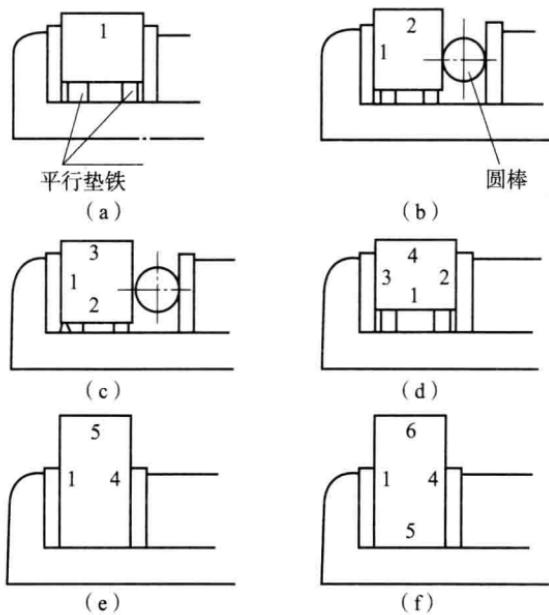
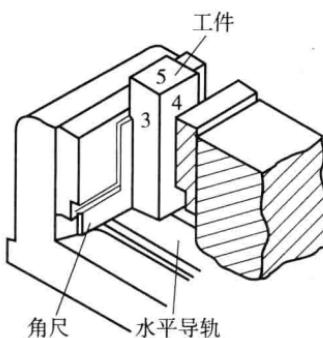

图 1-1 矩形六面体铣削步骤
图 1-2 找正 3 面垂直度
铣矩形六面体时,一般采用立式铣床,端面铣刀,用平口钳装夹工件进行各表面加工,保证各面间的平行度和垂直度,其铣削步骤如下(图 1-1):
活动钳口夹紧,铣工件 1 表面,如图 1-1(a)所示。
(2)把已铣平的 1 表面靠向固定钳口,工件底面用平行垫铁垫实,为了防止活动钳口夹紧后工件 1 面不能紧靠固定钳口表面,采用一根直径为  $\phi 8 \sim \phi 12$  mm 的圆棒垫在活动钳口和工件之间,再用活动钳口夹紧工件,铣工件 2 面,如图 1-1(b)所示。
(3)用铣平的 1、2 表面作精定位表面,安装方法同上,铣第 3 表面,如图 1-1(c)所示。
(4)用铣平的 1、3 表面作精定位表面,靠紧在固定钳口和平行垫铁上,用活钳口夹紧,铣第 4 面,如图 1-1(d)所示。
(5)用铣平的 1 面和一端的毛坯面作定位基准,把 1 面靠在固定钳上,用活动钳口夹紧后,用直角尺找正 3 面,使其要铣的 5 面垂直于已铣过的各面,然后铣 5 面,如图 1-1(e)和图 1-2 所示。
(6)用 1 面和 5 面为定位基准,并用直角尺找正,夹紧后铣第 6 面,如图 1-1(f)所示。